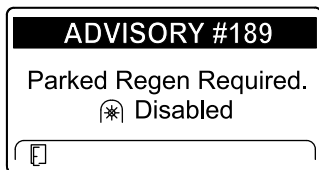

Figura 45
- Si no se realiza la regeneración con la máquina aparcada en un plazo de 2 horas, el InfoCenter muestra ADVISORY #189 (Aviso n.º 189) solicitando la regeneración con la máquina aparcada e indicando la desactivación de la toma de fuerza (Figura 45).